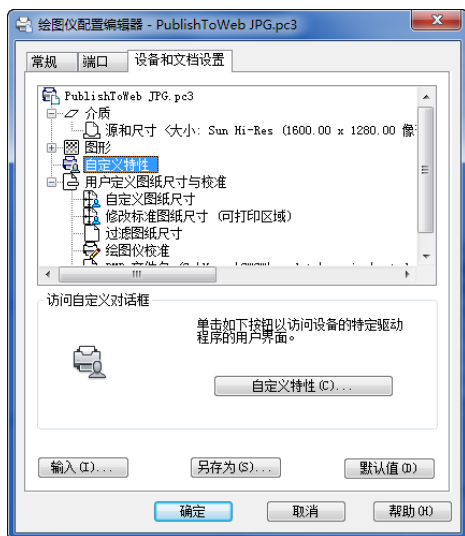

图 8-44 “绘图仪配置编辑器”对话框
(2) “特性”按钮：确定点取打印机或绘图机的配置属性。单击该按钮后，系统打开“绘图仪配置编辑器”对话框，如图8-44所示。用户可以在其中对绘图仪的配置进行编辑。